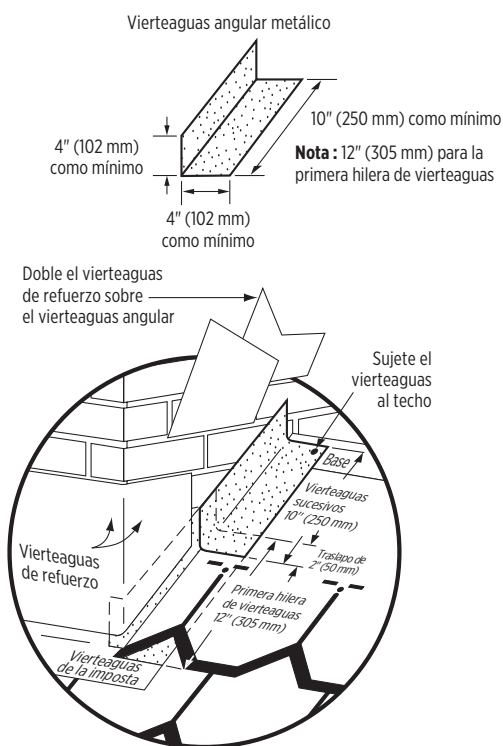

Figura 17-14: vierteaguas angular metálico para Carriage House®.
**INSTALACIÓN DEL VIERTEAGUAS ANGULAR:** Use un metal resistente a la corrosión de 8" por 10" (250 mm por 125 mm) como el cobre. Para la primera hilera de Carriage House® solamente, use una pieza de 8" por 12" (305 mm por 125 mm) del vierteaguas metálico (Figura 17-14).